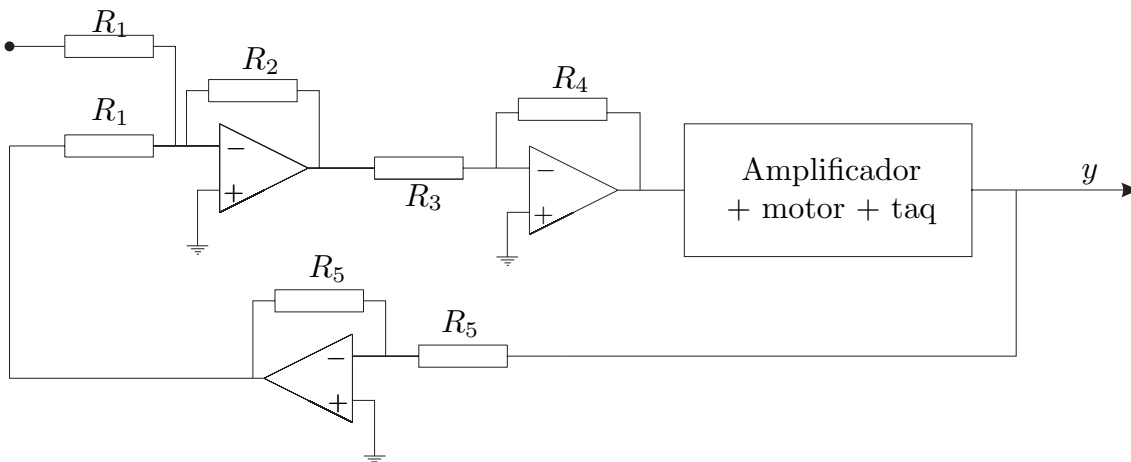

Figura 6: Montagem do circuito realimentado com o controlador proporcional.
- 3) Implemente o sistema de controlo de velocidade com realimentação negativa e **controlador Proporcional** de acordo com o diagrama da Figura 6. A partir do valor da constante de tempo em cadeia aberta obtido em 1), calcule o valor de K de forma a que as constantes de tempo em cadeia fechada sejam de 10 ms. e 5 ms. Determine os correspondentes valores de resistências, observe e esboce as respostas ao escalão em cadeia fechada. Meça os parâmetros do sistema (incluindo o ganho estático) em cadeia fechada e compare-os com os valores esperados. Comente os resultados na globalidade.